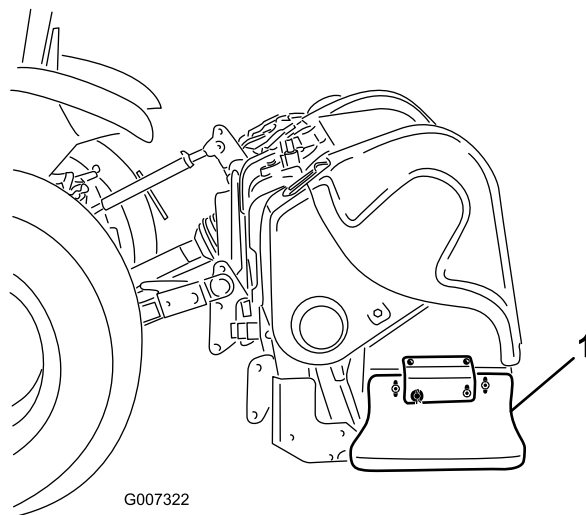

Рисунок 40
1. Ослабьте болты и зажимные гайки крепления боковых щитков к раме (Рисунок 40).